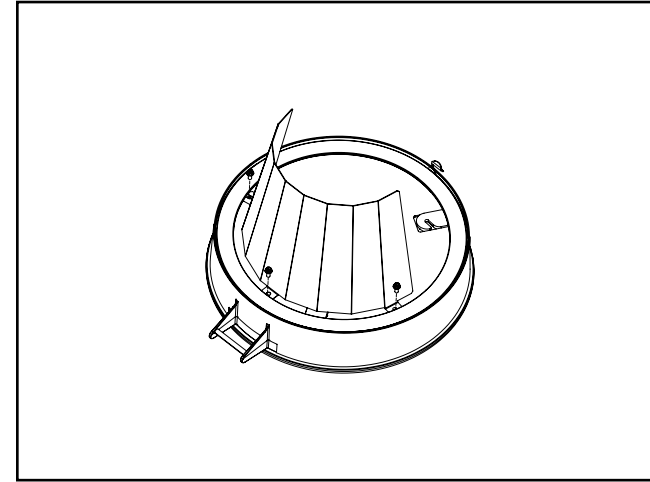

Figure 9.
3. Fixez le protecteur latéral pour maison au couvercle avec les trois (3) vis no 8-32. (Figure 9)